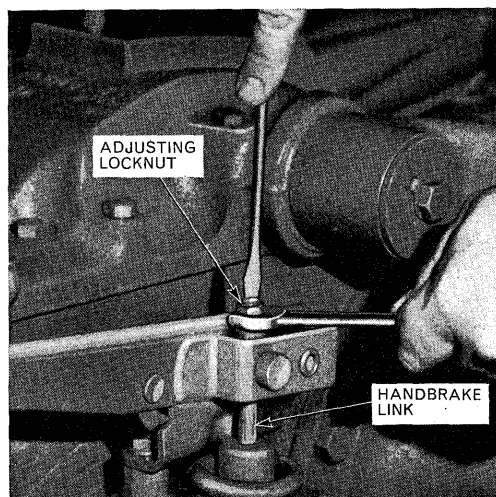

Fig. 36.
3. Derpå drejes møtrikken med nøglen 2 omgange i modsat retning, for at få fornøden frigang - se fig. 36.